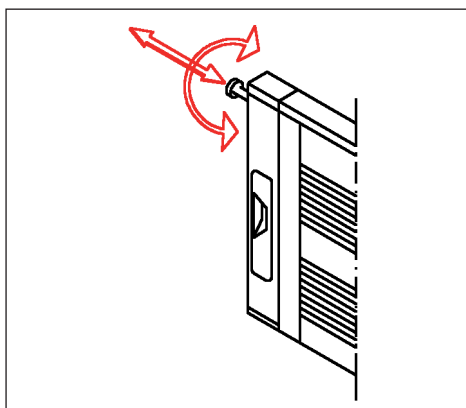

Fig. 5 Chiusura sponde
- Regolare periodicamente il gioco delle chiusure. Se la leva della chiusura risultasse troppo dura, o troppo morbida, si deve intervenire con una chiave maschio esagonale da 6 per registrare la lunghezza del perno della chiusura (Fig. 5).